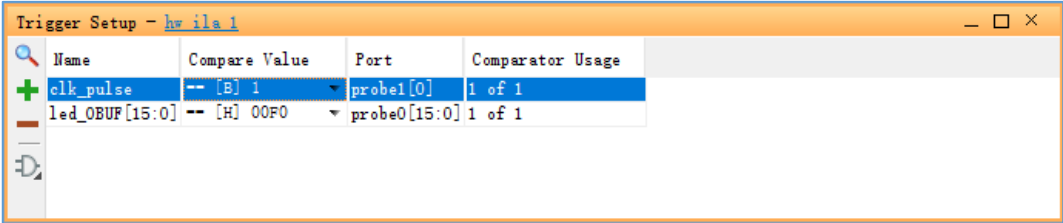

图 4.140 调试信号值设置
3. 设置要调试的信号的值。我们需要查看在 clk_pulse 信号给了一个输入时，led_OBUF 的响应情况。那么我们在调试时可以设定值。如图 4.140 所示，在“Trigger Setup”窗口中将“led_OBUF”的“Compare Value”设为“[H] 00F0”，将“clk_pulse”的“Compare Value”设为 1。意思就是先给 led_OBUF 一个初始值 00F0，给定 clk_pulse 的触发值为 1。那么我们就要看当 clk_pulse 触发时的波形变化。